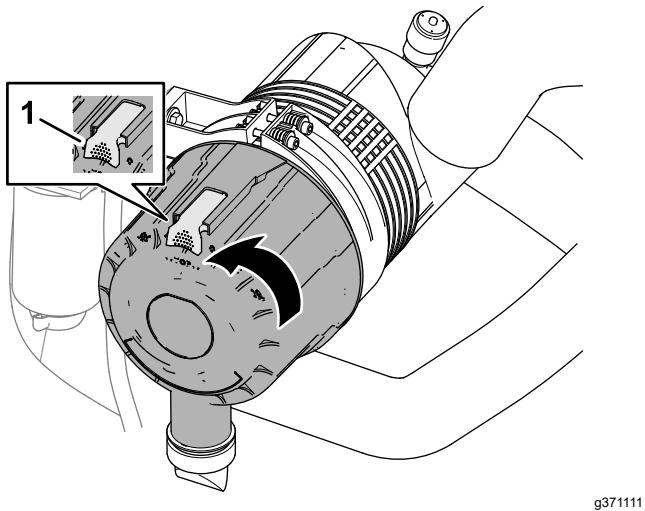

Figura 63
4. Tire hacia fuera del enganche y gire la tapa del limpiador de aire en sentido antihorario (Figura 63).